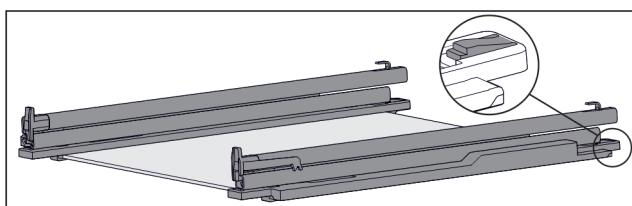

Fig. 120 Стъклена плоча с релси и задържащи части
- Натиснете надолу задържащата част отзад (виж Fig. 120) и едновременно с това избутайте релсата назад.